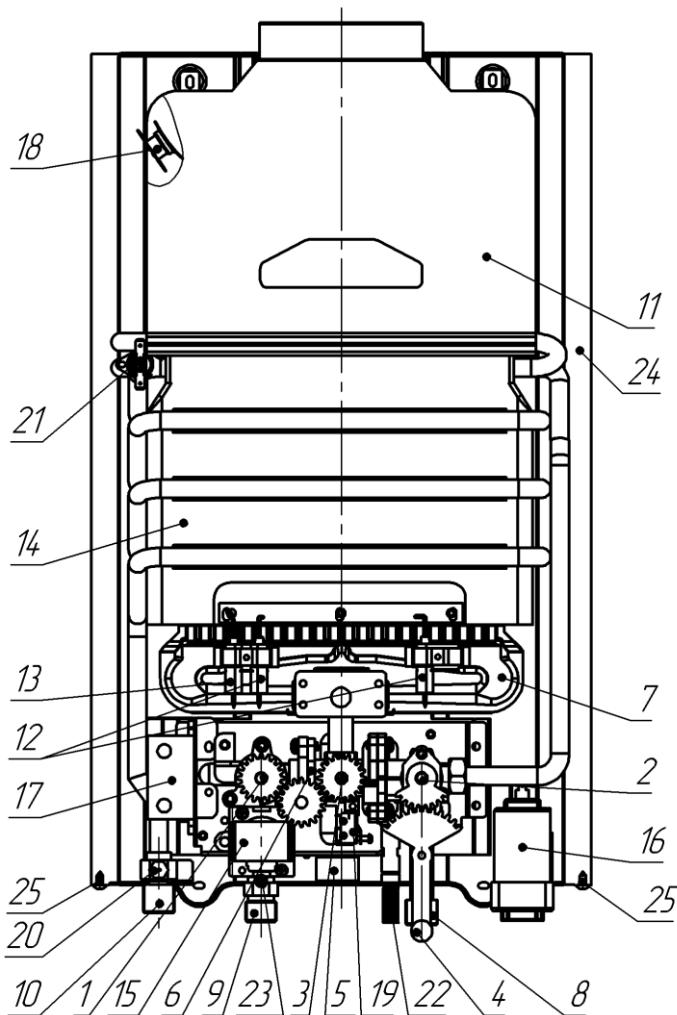
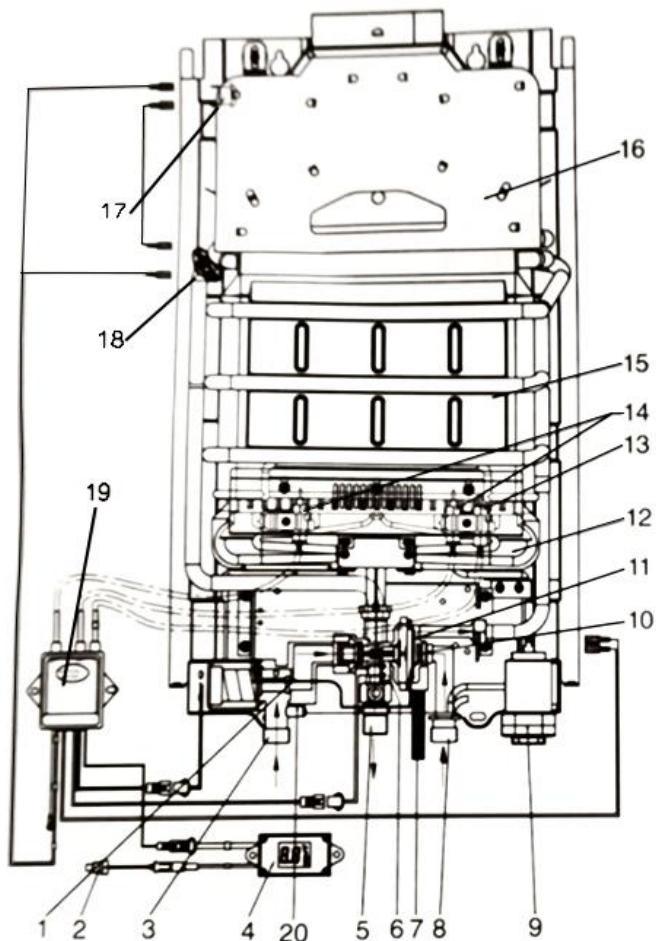

Рисунок 9. Вид аппарата без облицовки
Рисунок 10. Функциональная схема аппарата
- вывернуть винт из штуцера 23 (рис. 9) и подключить к штуцеру дифманометр;
8.1.2. Назначение основных узлов и составных частей аппарата (рис. 9):
8.2.2. При начале протекания воды через узел водогазовый 6 (Рис. 9) штоком мембранны 11 (рис. 10) открывается клапан газовый, и замыкаются контакты микровыключателя 6, после чего блоком управления электронным 19 начинают подаваться импульсы тока высокого напряжения на свечи 14 и открывается клапан электромагнитный. Розжиг горелки 12 происходит от искровых разрядов между электродом свечи и насадком секции горелки. Далее работа горелки контролируется датчиком наличия пламени.
8.2.3. Рычагом управления регулятором расхода воды 4 (рис. 9) регулируется количество и температура воды, выходящей из аппарата: поворот рычага управления регулятора влево увеличивает расход и снижает температуру воды, поворот рычага управления регулятора вправо уменьшает расход и увеличивает температуру воды. Положение рычага управления регулятора также определяет расход воды, при котором происходит включение и выключение аппарата.
8.2.4. Регулятором расхода газа 1 (рис. 9) регулируется количество газа, поступающего в горелку для получения требуемой температуры воды при ее установленном расходе: поворот регулятора по часовой стрелке, увеличивает расход газа и температуру воды; поворот регулятора против часовой стрелки уменьшает расход газа и температуру воды.
Для проверки термореле необходимо отсоединить от аппарата газоотводящую трубу, включить аппарат и при номинальном режиме работы (при полностью открытом газовом кране и номинальном расходе воды) закрыть газовый патрубок аппарата металлическим листом. Через 10...60 секунд аппарат должен отключиться. При неисправности термореле его необходимо заменить, сняв его с газоотводящего устройства (рис. 9). Для замены может быть использовано только термореле, предусмотренное предприятием-изготовителем. После замены термореле необходимо повторить испытание.